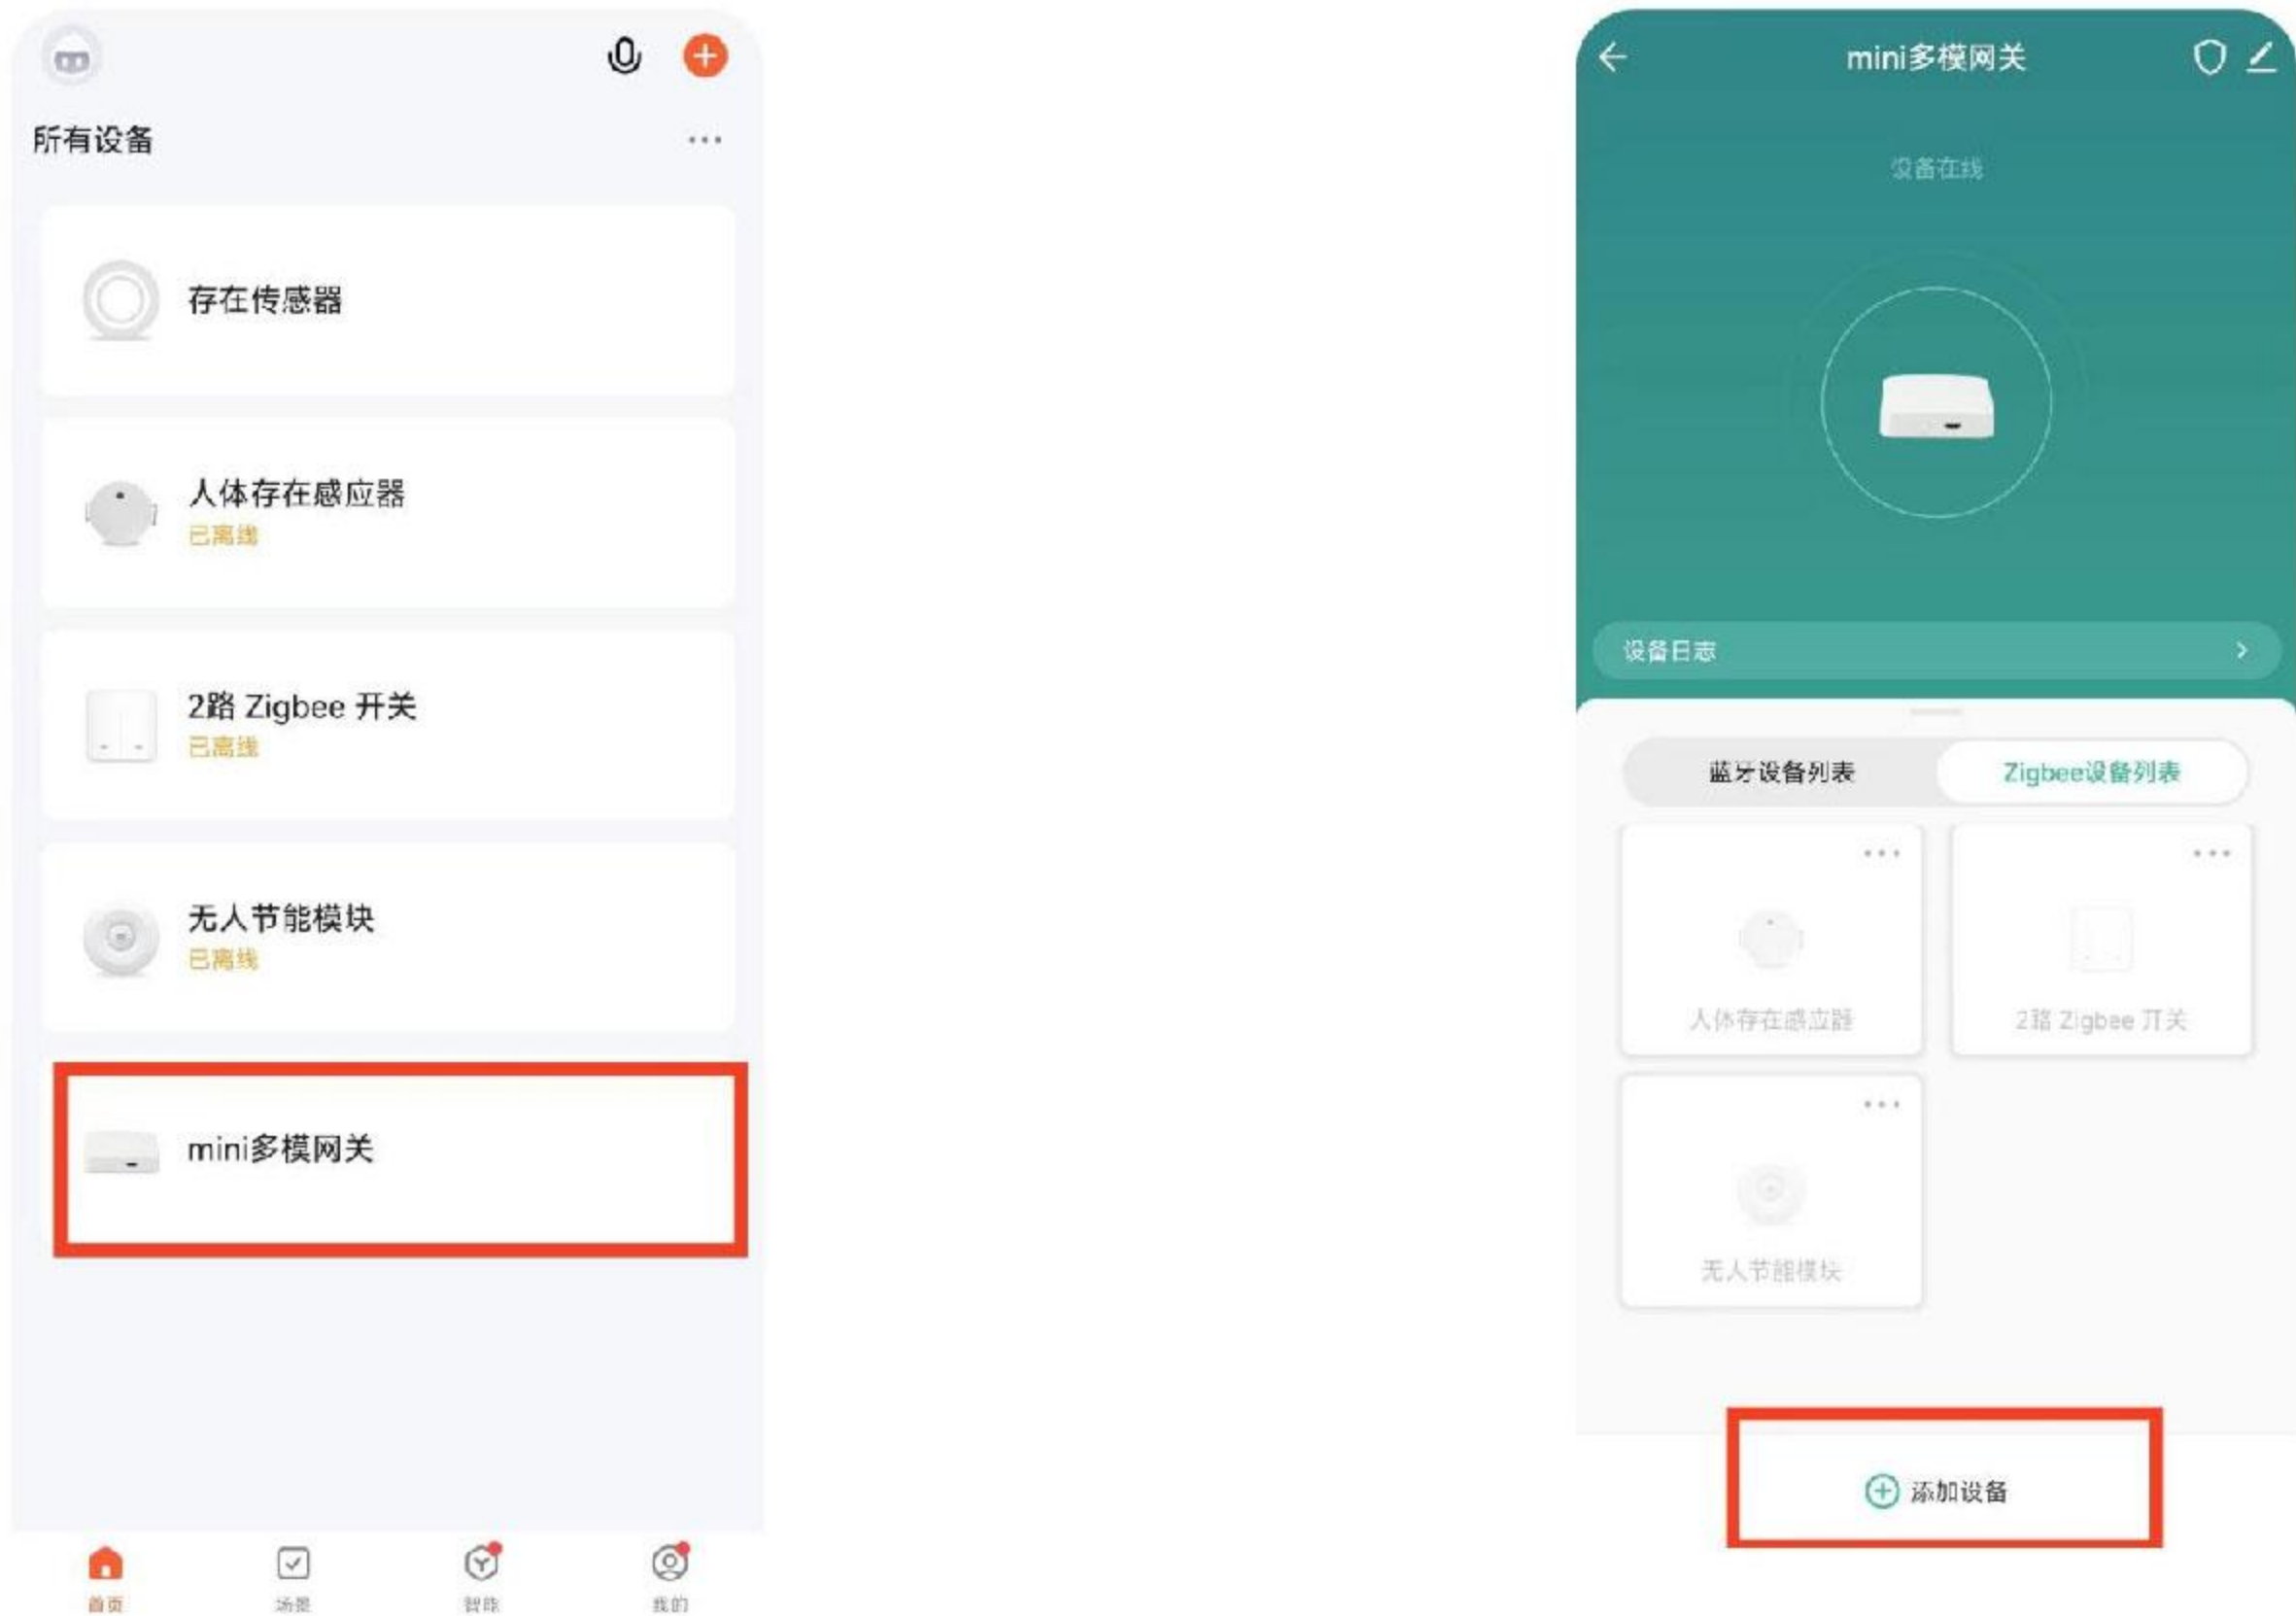

图1
- 1. 登录账号进入涂鸦智能APP主界面，选择已有的涂鸦ZigBee网关，进入网关主页，如果是多模网关则选择ZigBee设备列表选项，点击下方的添加设备。（图1）